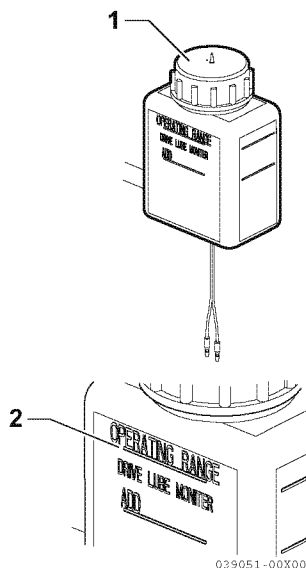

Figura 3
1. Retire la tapa del depósito de aceite (1, **Figura 3**).
2. Llène el depósito de aceite hasta la línea OPERATING RANGE (2, **Figura 3**) (lleno) con el líquido especificado.